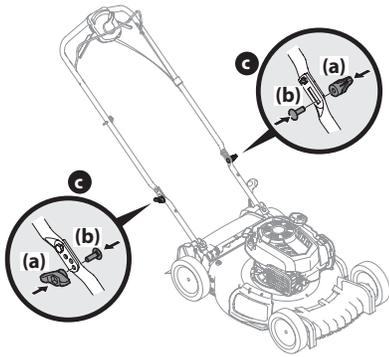

Figure 2-5
- c. Remplacez les écrous papillon (a) et les boulons de carrosserie (b) retirés à l'étape 2 dans les trous inférieurs de la poignée. Voir Figure 2-5.